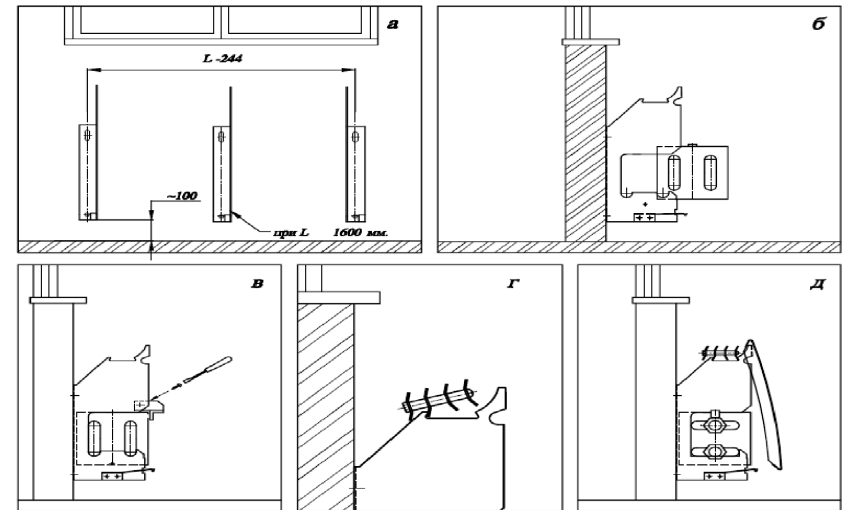

Рис.4
- 5.2. Разметить места установки кронштейнов. При этом следует учесть, что для оптимальной теплоотдачи расстояние между конвектором и полом, должно быть 100-120 мм, а между конвектором и подоконником не менее 100 мм. Расстояние между осями кронштейнов принимается равное L-244 (расстояние между осями кронштейнов с привинченной планкой между ними!), для конвекторов в соответствии с рис.4а. Если длина конвектора более 1600 мм, то он комплектуется третьим кронштейном, который устанавливается посередине.
- 5.4. Установить нагревательный элемент на кронштейны в соответствии с рис.4б.
- 5.5. Установить между кронштейнами и закрепить планку винтами в соответствии с рис. 4в.
5.11. Установить решетку рис.4г.
5.12. Навесить лицевую панель зафиксировав её нижний край фиксатором кронштейна рис.4д.